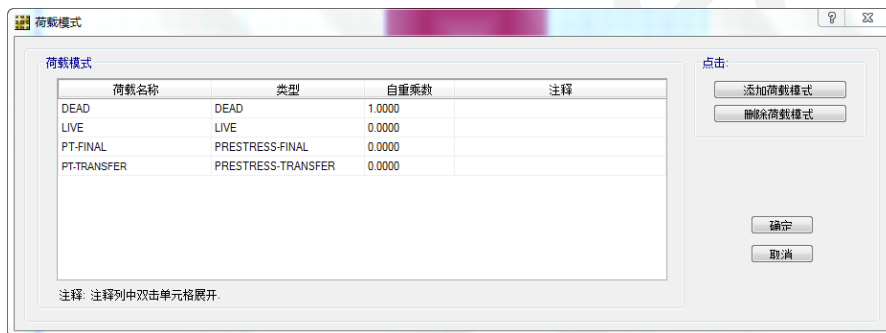

图 18 输入所有荷载模式后的荷载模式对话框
- I. 对于 PT-TRANSFER 荷载，从类型下拉列表中选择 *PRESTRESS-TRANSFER*。荷载模式对话框的内容如图 18 所示。